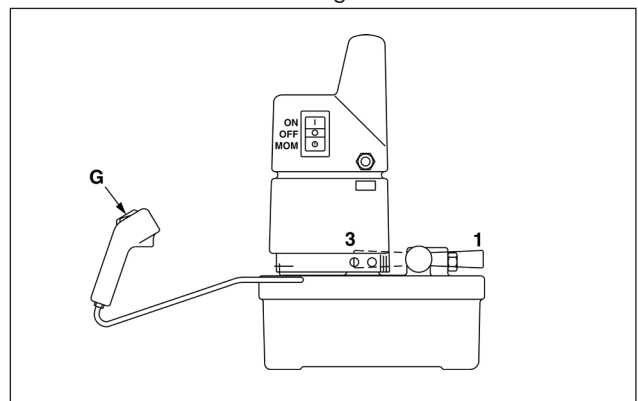

Abbildung 7
5.1 Schalterbedienung (Abbildung 7)